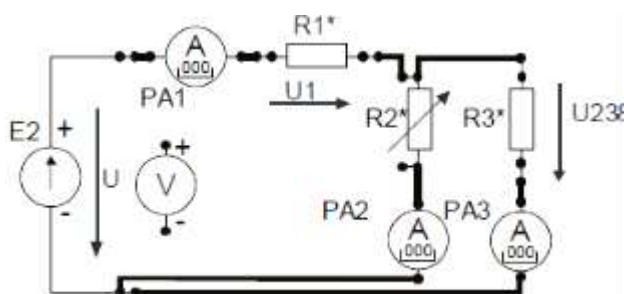

Рисунок 10
2. Собрать цепь со смешанным соединением резисторов (рис. 10).